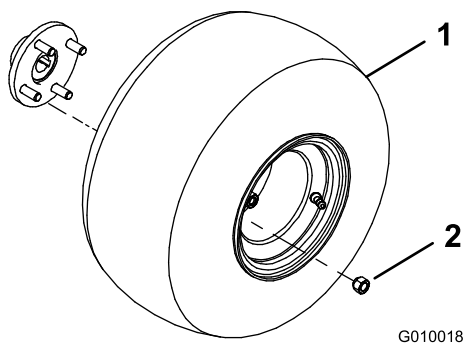

图3
- 将车轮总成安装到各个后轮轮毂图3。
3. 安装车轮螺母图3并上紧扭矩至 6175N·m。